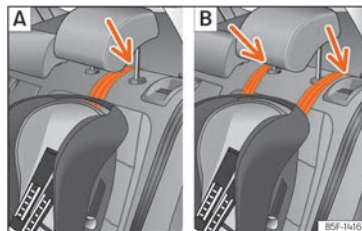

Fig. 39 Asientos traseros: ajuste y montaje en función del cinturón Top Tether.
- Coloque la correa por debajo del apoyacabezas (en función de las instrucciones de la propia silla, levante o retire el apoyacabezas si fuera necesario) >>> **fig. 39**.